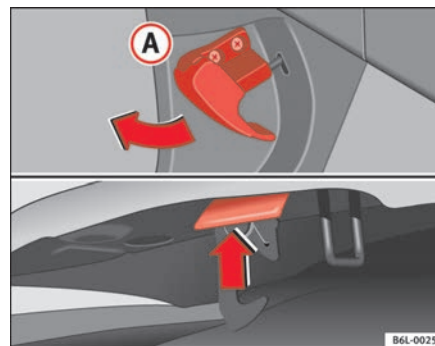

Fig.125 Gancho apertura capó motor.
- Tire de la palanca que se encuentra bajo el tablero de instrumentos ⇒ **fig. 125** en el sentido que indica la flecha. El capó queda desbloqueado por la acción resorte del muelle ⇒ **⚠**.